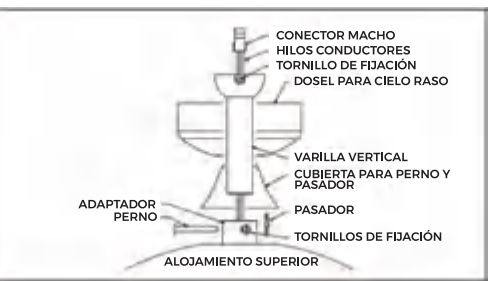

FIGURA 1
1) PASE LA VARILLA VERTICAL A TRAVÉS DEL DOSEL PARA CIELO RASO (NO. 3 - FIGURA 1) Y LA CUBIERTA PARA PERNO Y PASADOR (NO. 6 - FIGURA 1).
3) INSERTE LA VARILLA VERTICAL (NO. 4 - FIGURA 1) EN LA PARTE SUPERIOR DE LA UNIDAD (NO. 8 - FIGURA 1). ALINEE LOS ORIFICIOS DE LA UNIDAD CON LOS ORIFICIOS DE LA VARILLA VERTICAL E INSERTE EL PERNO (NO. 5 - FIGURA 1). LUEGO, INSERTE EL PASADOR (NO. 7 - FIGURA 1) EN EL EXTREMO DEL PERNO.